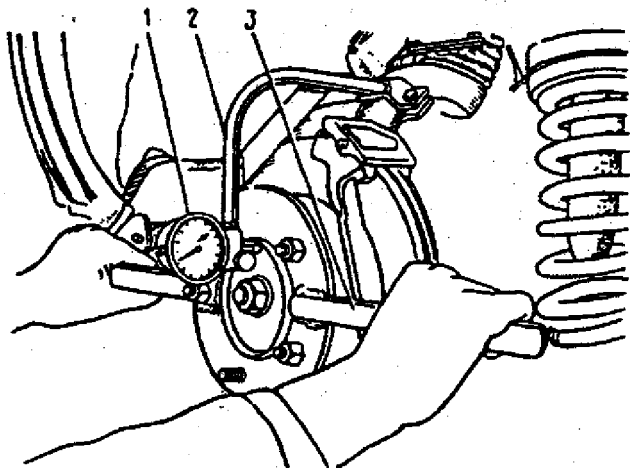

Fig. 4-4. Verificação da folga axial dos rolamentos do cubo: 1 - micrômetro de dial; 2 - dispositivo 67.7834-9507; 3 - braço 67.7820-9521.
3. Fixar o dispositivo 67.7834-9507 com o micrômetro de dial no suporte da ponta de eixo (fig. 4-4), apoiando o respectivo apalpador o mais próximo possível da porca de ajuste.